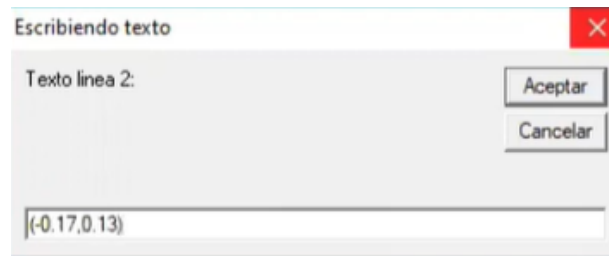

Figura 442. Coordenadas del vértice.
76. En la segunda ventana, introducir las coordenadas del vértice y presionar “Aceptar”. Figura 442.